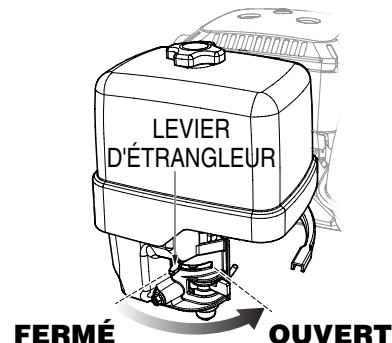

Figure 17. Levier du starter du moteur (ouvert)
5. Si vous démarrez un moteur chaud, ou par temps chaud, mettre le levier du starter dans (Figure 17) la position **OUVERTE**.